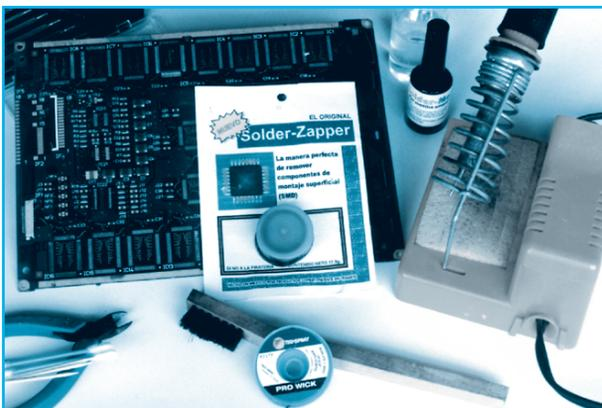

Figura 15 - Compuestos químicos para soldar componentes SMD
- 1) *Producto químico catalizador para **desoldar** componentes **SMD** (figura 15).*